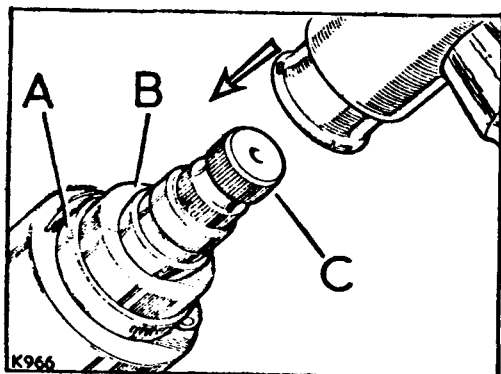

Fig. 61-76.- Posición del conjunto del eje en la caja.
- 3.14.- Retirar la abrazadera y seguir golpeando el eje hasta que los casquillos, 8, (Fig. 61-76) queden correctamente alojados en la caja.